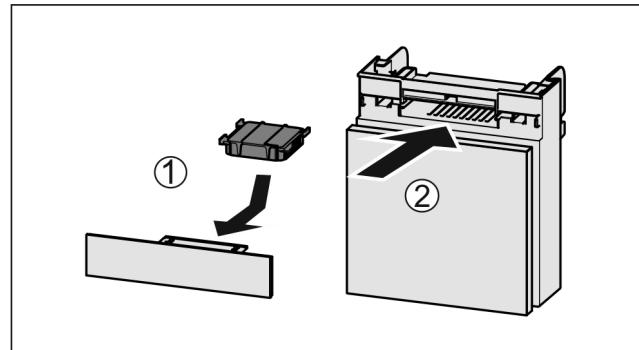

Fig. 201
- Вставити фільтр з активованого вугілля за малюнком Fig. 201 (1).
► Вставити відділення Fig. 201 (2).